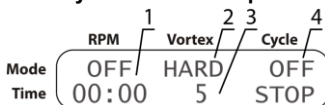

Рисунок 6. Вортексирование
- **Вортексирование.** Отключите центрифугирование, выставив время на ноль (индикация OFF, рис. 6/1). Установите интенсивность (рис. 6/2) и время (рис. 6/3) вортексирования. Счётчик циклов отключается (индикация OFF, рис. 6/4).